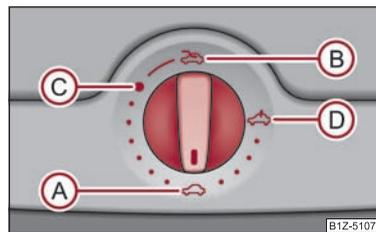

Fig. 35 Bouton rotatif pour le toit ouvrant/relevable électrique
Le toit ouvrant/relevable électrique est commandé au moyen du bouton rotatif ⇒ fig. 35 et fonctionne uniquement si le contact est mis. Le bouton rotatif possède plusieurs positions.
- Faites tourner le bouton sur la position **(C)** ⇒ fig. 35.
- Faites tourner le bouton sur la position **(A)** ⇒ page 50, fig. 35.
Le toit ouvrant/relevable est équipé d'un dispositif de limitation de pression. Le toit ouvrant/relevable s'arrête et s'ouvre complètement si un obstacle (de la glace par ex.) empêche sa fermeture. Vous pouvez fermer complètement le toit ouvrant/relevable sans dispositif de limitation de pression si vous appuyez sur l'avant du contacteur en position **(A)** ⇒ page 50, fig. 35 jusqu'à ce que celui-ci soit complètement fermé ⇒ ⚠.
⇒ page 50, fig. 35 et le pousser vers l'avant pendant 10 secondes environ. ■